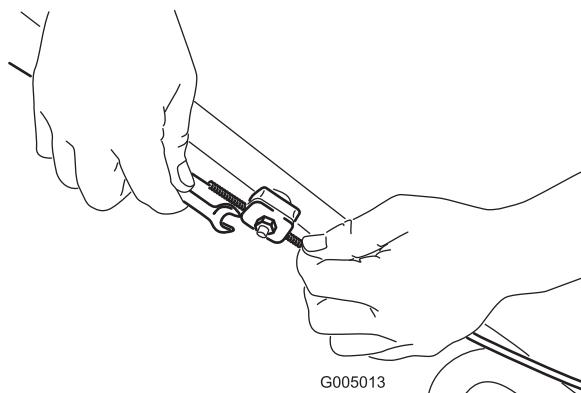

Figura 36
- Retire el deflector trasero y el conjunto de la palanca de bloqueo (Figura 36).
1. Afloje la tuerca del soporte del cable (Figura 36).